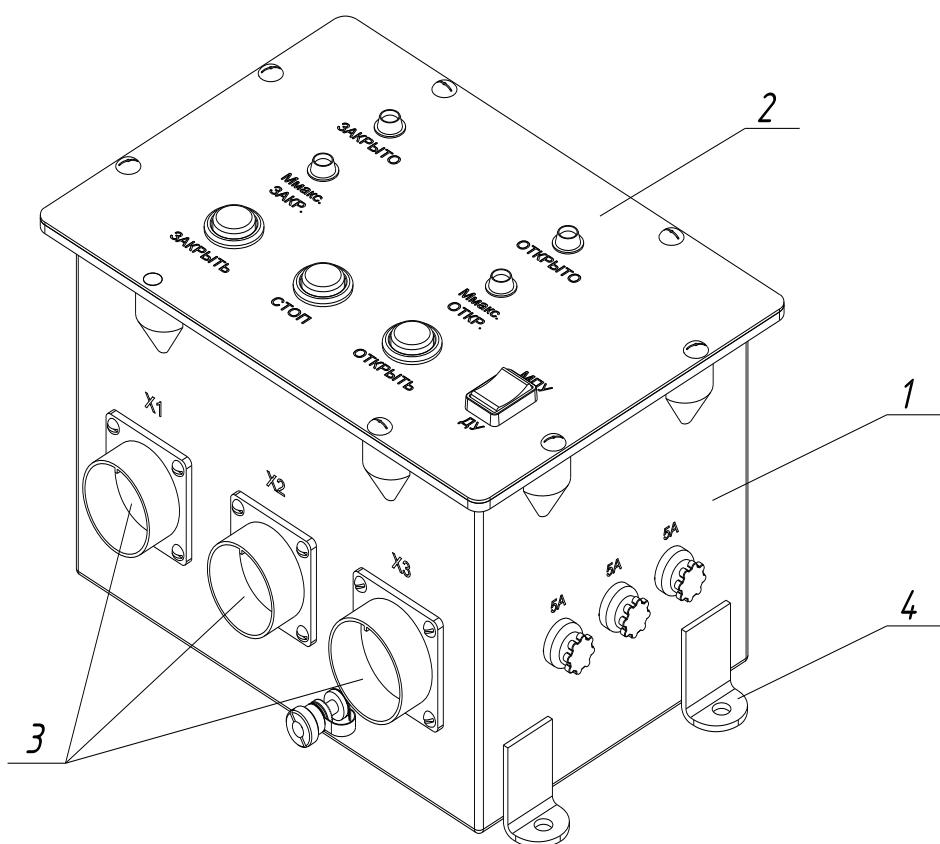

Рис. 1. Местный пульт управления ПУ-1
1.3.1 ПУ-1 представляет собой блочную конструкцию (см. рисунок 1), состоящую из кожуха 1 и лицевой панели 2. На лицевой панели ПУ-1 расположены органы управления и индикации. На боковой стенке кожуха имеются штепсельные разъемы 3, болт заземления и предохранители. Для крепления ПУ-1 используются кронштейны 4.